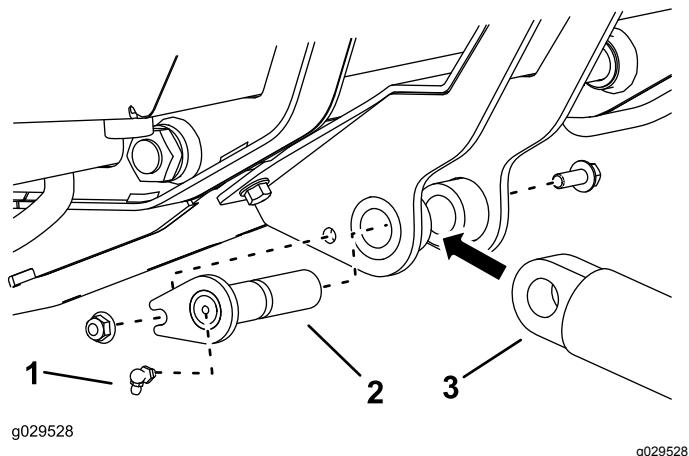

Figura 6
7. Monte a ponta solta do cilindro hidráulico ao suporte do cilindro. Utilize o pino de articulação para montagem do cilindro, um parafuso (3/8 pol x 1 pol.) e uma porca (3/8 pol.), tal como se ilustra na Figura 6.
8. Enrosque um bocal de lubrificação na extremidade do pino de articulação, tal como se mostra na Figura 6.